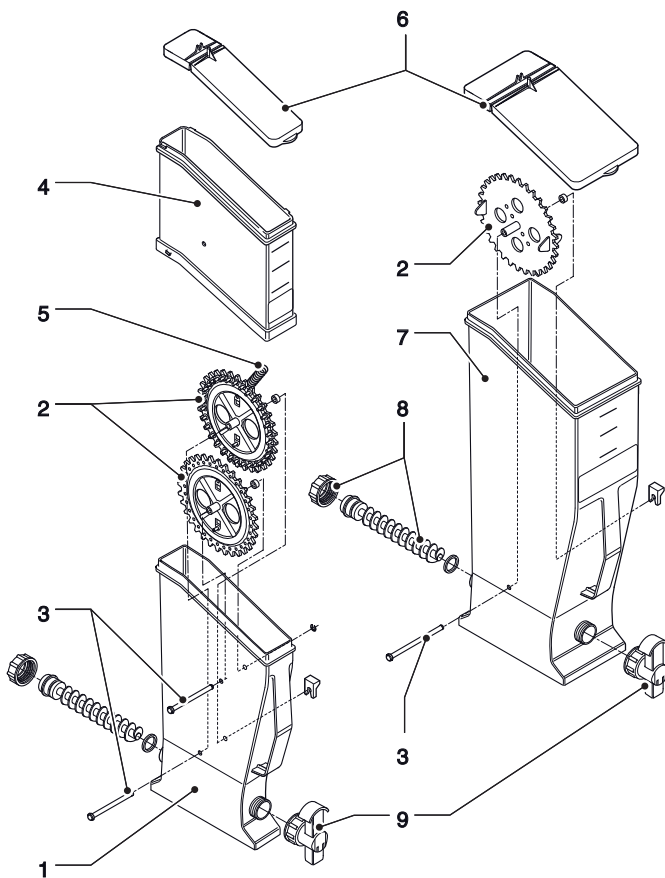

Fig. 36
- per smontare le ventoline è sufficiente bloccare esercitare una leggera trazione per liberarle (fig. 36);